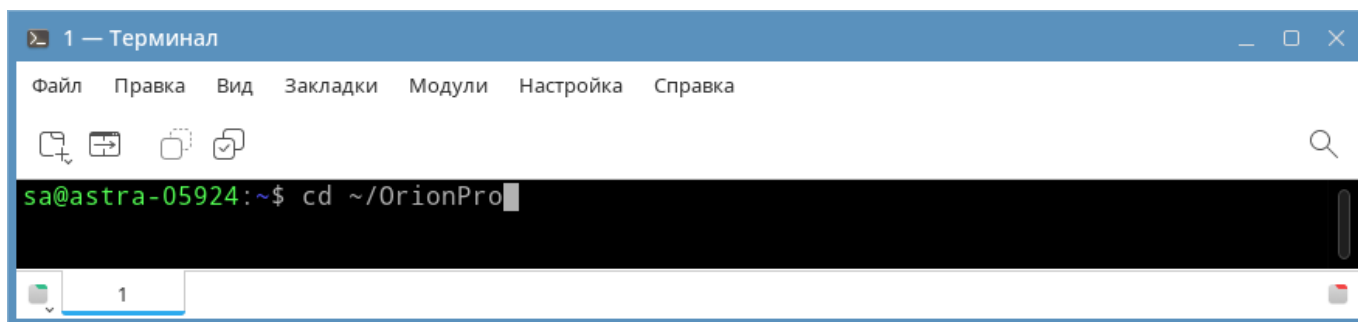

Рисунок 2-5 Переход в папку "OrionPro" с извлеченным из архива дистрибутивом
- 3) Перейдите в папку с извлеченным из архива дистрибутивом, для чего введите адрес соответствующей папки (см. Рисунок 2-5) и нажмите клавишу <Enter> на клавиатуре;